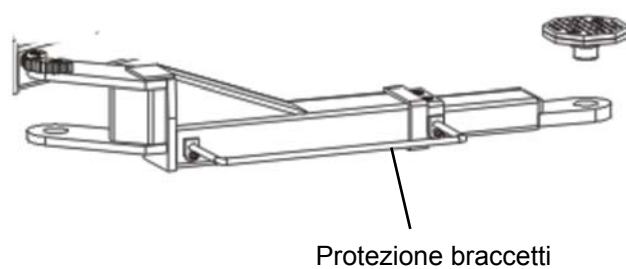

Fig. 17
- installare le protezioni previste sui bracci (fig.17)
- Sicurezze salvapiedi applicate ai bracci.(Fig.17)